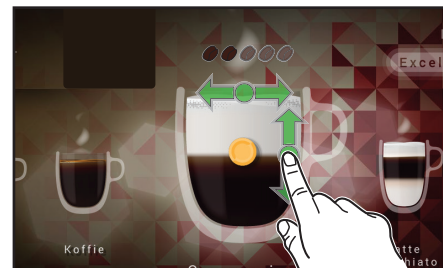

Fig. 4.6 - "Crea tu bebida" - intensidad > relación
- **INTENSIDAD DE LA BEBIDA** - desplazar el disco que se encuentra en el centro de la taza a la izquierda o a la derecha (los granos de café se ponen en evidencia e indican la intensidad de la bebida) (fig. 4.6)
- **RELACIÓN ENTRE LOS INGREDIENTES** (válido para las bebidas mixtas) - desplazar el disco hacia arriba o hacia abajo para regular las cantidades de los ingredientes (fig. 4.6).